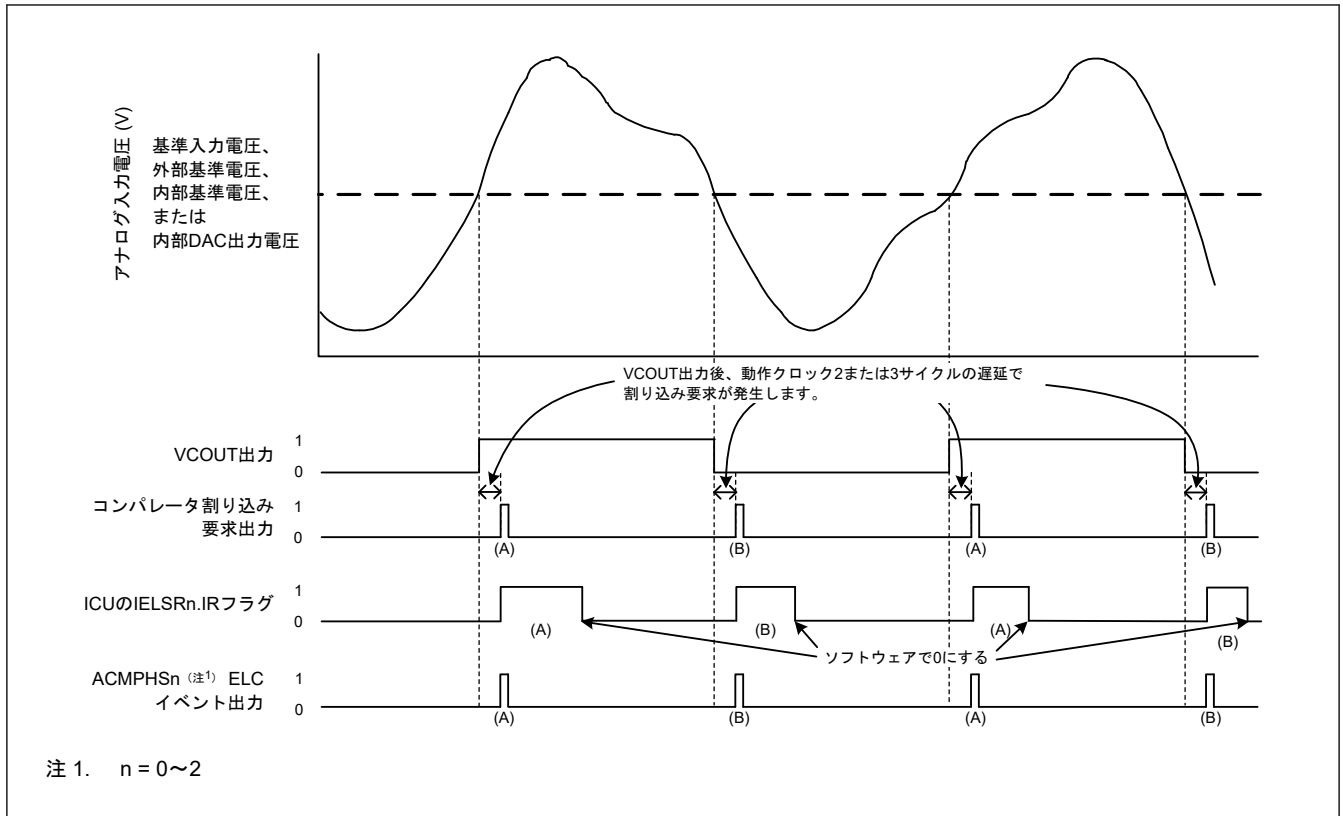

図 35.2 ACMPHS 動作の例
ACMPHS 動作の例を図 35.2 に示します。アナログ入力電圧が ACMPHS 基準入力電圧より高くなると VCOUT 出力は 1 になり、低くなると VCOUT 出力は 0 になります。ACMPHS 出力が変化すると、割り込み要求および ELC イベントが出力されます。
図 35.2 は CPOE = 1 (端子出力有効)、CDFFS[1:0] = 00b (フィルタを使用しない)、かつ CEG1 = CEG0 = 1 (両エッジ検出を選択) の場合の例です。CINV = 0、CEG0 = 1、かつ CEG1 = 0 (ACMPHS からの非反転出力信号用に立ち上がりエッジ検出を選択) の場合、IELSR.IR フラグは (A) で示されるように変化します。CINV = 0、CEG0 = 0、かつ CEG1 = 1 (ACMPHS からの非反転出力信号用に立ち下がりエッジ検出を選択) の場合、IR フラグは (B) で示されるように変化します。